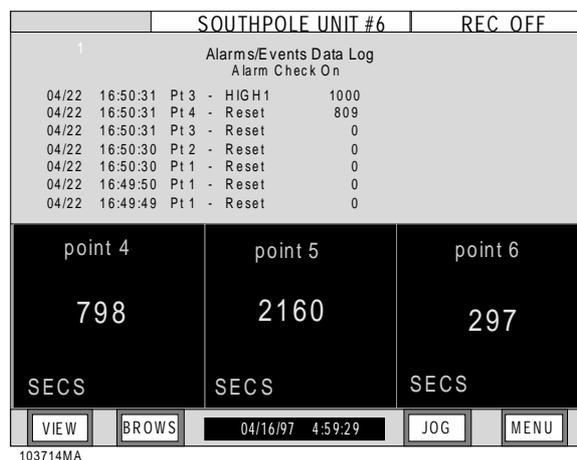

Bild 3-17 Alarm-/Ereignisprotokoll oben, Digitalwerte unten
10. Alarm-/Ereignisprotokoll oben, Digitalwerte unten - Bei zyklischem Durchlauf der Ansichten folgt ein unterteilter Bildschirm, der alle Elemente der Bilder 3-11 und 3-12 enthält. Diese Ansicht ist in Bild 3-17 gezeigt.